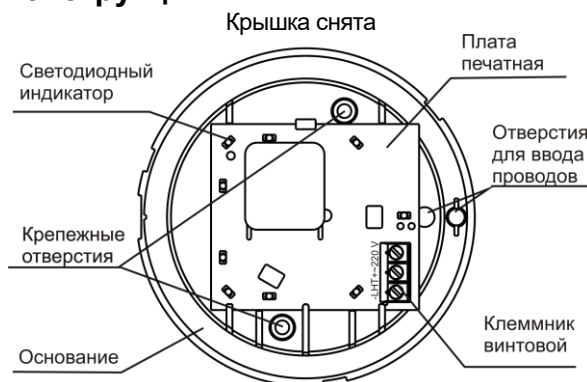

Рисунок 1
Оповещатель состоит из основания, печатной платы с радиоэлементами и крышки (рисунок 1).
- в) провести провода от источника питания через отверстие для ввода проводов в основании оповещателя (рисунок 1). Имеется возможность выдавливания в основании второго отверстия для ввода проводов;